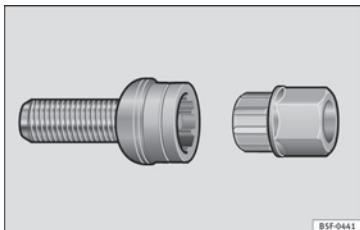

Fig. 162 Vite antifurto con cappuccio ed adattatore.
- Innestare l'adattatore nella vite antifurto, spingendolo fino in fondo » **fig. 162**.